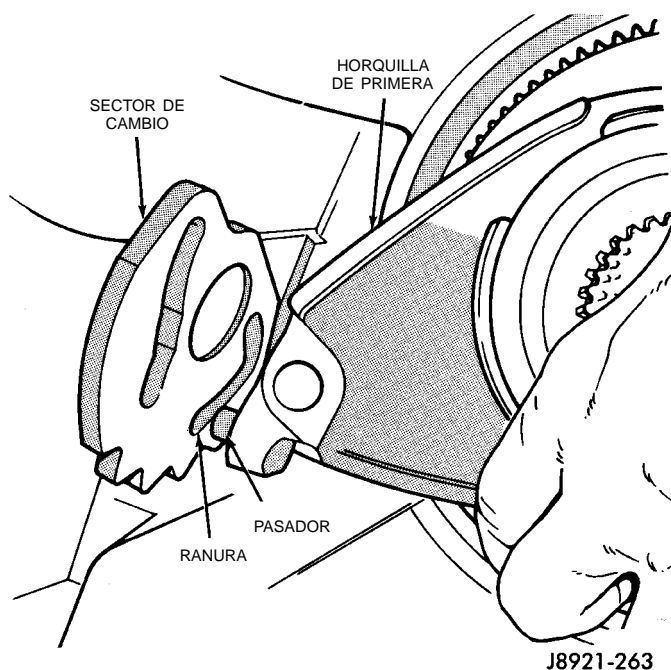

Fig. 35 Desacoplamiento de la horquilla de primera
- (13) Deslice el pasador de la horquilla de primera hacia afuera por la ranura del sector de cambio (Fig. 35).